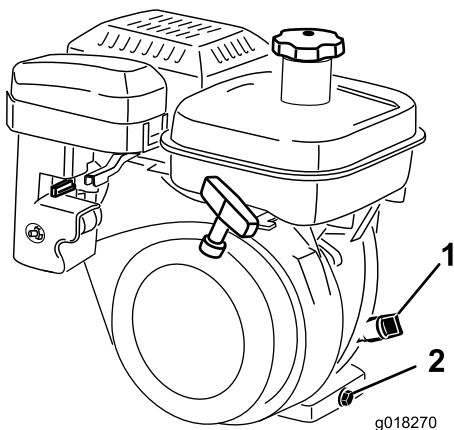

图29
2. 调整剪草机，使发动机保持水平，并清洁量油尺周围部位（图29）。
3. 逆时针旋转变量油尺，然后将其取出（图29）。
4. 将量油尺擦拭干净，然后将其插入加油口。切勿将量油尺拧入加油口。取出并检查油位。如果油位较低，请添加足够的机油，使油位升到量油尺的“H”与“L”标记之间（图29）。重新检查机油油位。切勿过量添加。
2. 在机器后部的排油塞下放置一个放油盘（图29）。拧松排油塞。